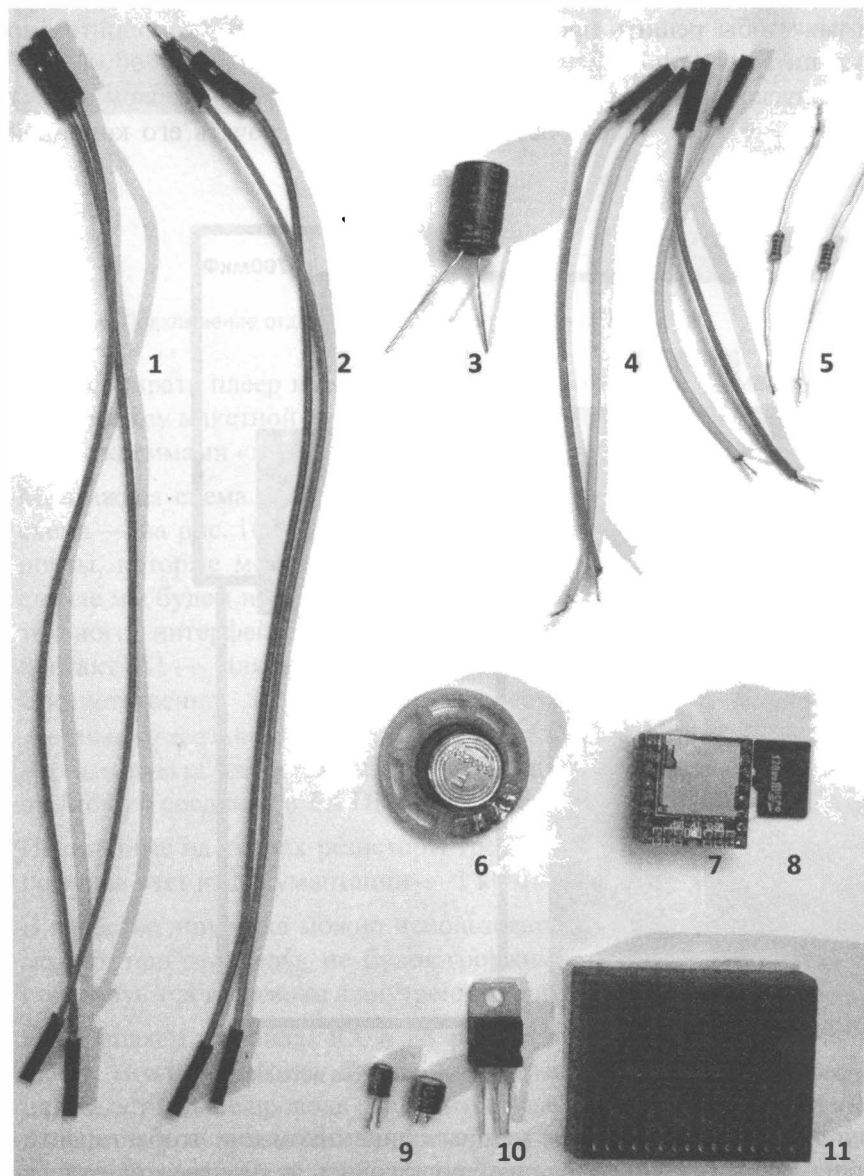

Рис. 16.2. Набор компонентов для подключения DFPlayer Mini к Arduino
Примерный перечень необходимых компонентов приведен на рис. 16.2: провода с клеммами «мама-мама» (1), провода с клеммами «мама-папа» (2), электролити-